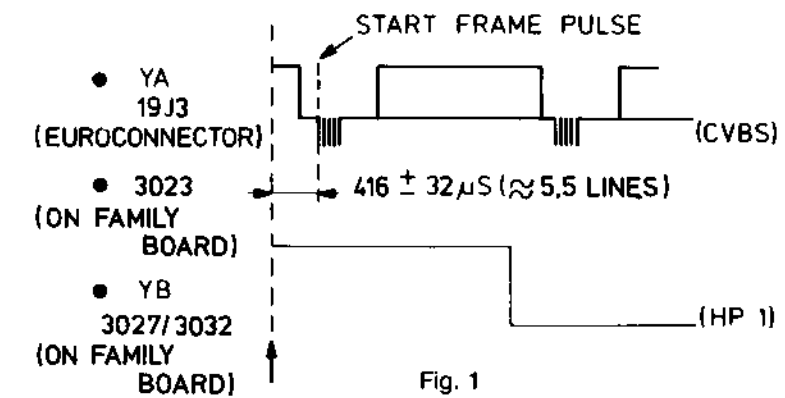

Fig. 1
- Adjust 3123 until the positive-going edge in the HP signal is situated $416\mu\text{sec.} \pm 32\mu\text{sec.}$ (≈ 5.5 lines) before the leading edge of the frame pulse, see Fig. 1.
- Regel 3123 af zodat de positief gaande flank in het HP1-sigitaal zich $416\mu\text{sec.} \pm 32\mu\text{sec.}$ (≈ 5.5 lijnen) voor de voorflank van de rasterimpuls bevindt, zie Fig. 1.
- Ajuster 3123 pour que le flanc en sens positif du signal HP1 se trouve en avance de $416\mu\text{sec.} \pm 32\mu\text{sec.}$ (≈ 5.5 lignes) sur le flanc avant de l'impulsion de trame, voir Fig. 1.
- 3123 dahin regeln, dass die positiv verlaufende Flanke in dem HP1-Signal sich $416\mu\text{sec.} \pm 32\mu\text{sec.}$ (≈ 5.5 Linien) vor der Vorderflanke des Rasterimpulses befindet, siehe Fig. 1.